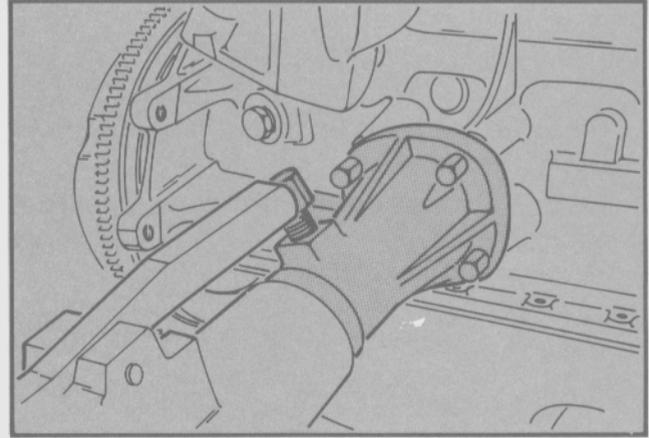

Fig. 16 - Sujeción del motor
- Sujetar el motor en el soporte T61A-6005-BAS utilizando el adaptador T74G-6010-BAS (Fig 16).